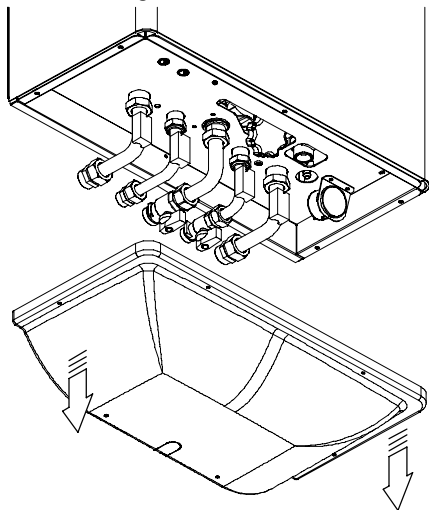

fig. 9.1
- 1 Tirare verso il basso la copertura inferiore per rimuoverla fig. 9.1